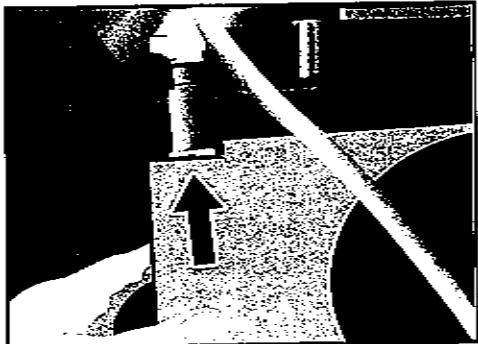

Fig.37
3. Mettez le réservoir d'eau externe à la bonne position sur le rebord de soutien. S'assurez que le raccord rapide du réservoir d'eau est aligné sur le raccord rapide installé à l'usine à l'arrière du caisson. Voir Fig.37